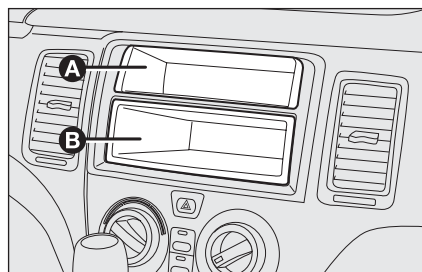

fig. 2
- ☐ con vano porta oggetti fisso A-fig. 2 e vano (DIN) estraibile B-fig. 2 per installazione autoradio;